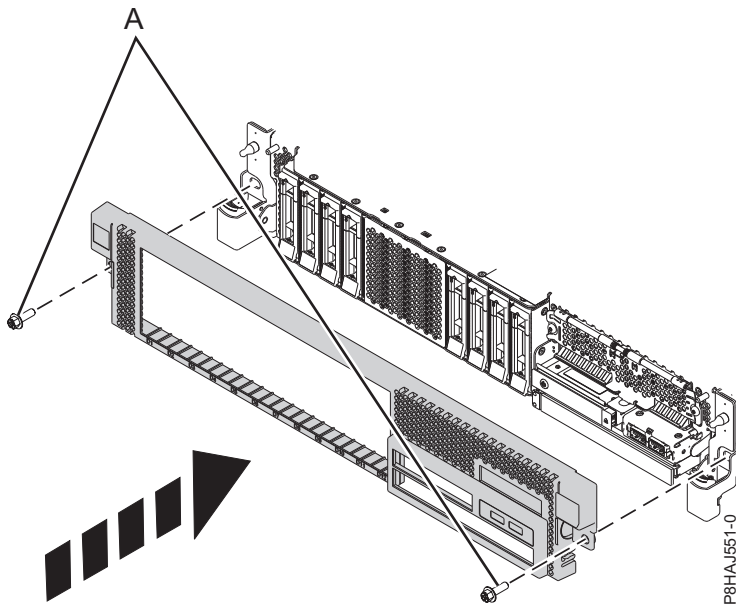

Figure 32. Installation du capot avant
3. Appuyez sur les loquets dans le sens indiqué dans la figure 32, à la page 52. Le capot avant se met en place ; il est doté d'un renforcement permettant de le tenir plus facilement.
4. Remettez en place les vis de transport (A).